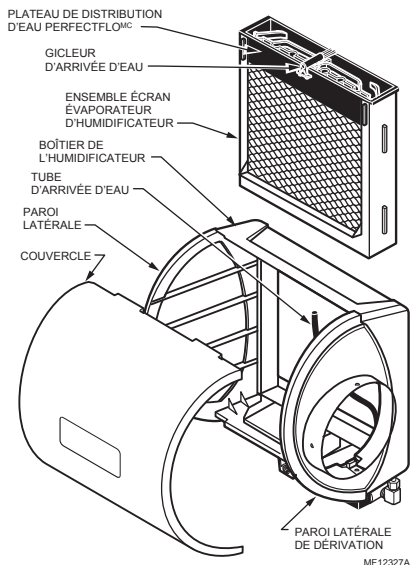

Fig. 16. Nettoyage de l'humidificateur.
2. Enlevez le couvercle de l'humidificateur. Consultez la Fig. 16.